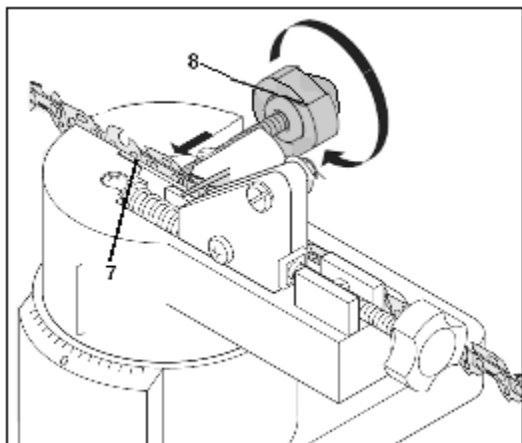

Рис. 10
- 5) Зафиксируйте направляющую (7), закрутив ручку (8). Убедитесь, что цепь прочно зафиксирована в направляющей. (рис. 10)